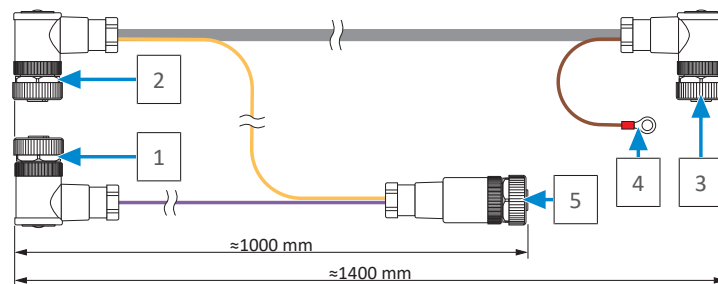

Abb. 1: Anschlüsse der Datenleitung
- Stecken Sie die gerade M12-Kupplung mit der gelben und lila Leitung (Abb. 1 [5]) in den **DATA**-Anschluss des CLP 600-C.E. und schrauben Sie die Überwurfmutter der Kupplung am Anschluss fest.
- Stecken Sie die M12-Winkelkupplung der Datenleitung (Abb. 1 [3]) in den rechten **DATA**-Anschluss der Lithiumbatterie G4 und schrauben Sie die Überwurfmutter der Kupplung am Anschluss fest.
- Schrauben Sie den M4-Ringkabelschuh der braunen Leitung (Abb. 1 [4]) am **M4**-Anschluss der Lithiumbatterie G4 fest. Verwenden Sie dazu die der Lithiumbatterie G4 beiliegende M4-Schraube.
- Stecken Sie die M12-Winkelkupplung mit den grauen und gelben Leitungen (Abb. 1 [2]) in den DATA-Anschluss an der **Rückseite** der LPS II und schrauben Sie die Überwurfmutter der Kupplung am Anschluss fest.
- Stecken Sie die M12-Winkelkupplung mit der lila Leitung (Abb. 1 [1]) in den DATA-Anschluss an der **Vorderseite** der LPS II und schrauben Sie die Überwurfmutter der Kupplung am Anschluss fest.